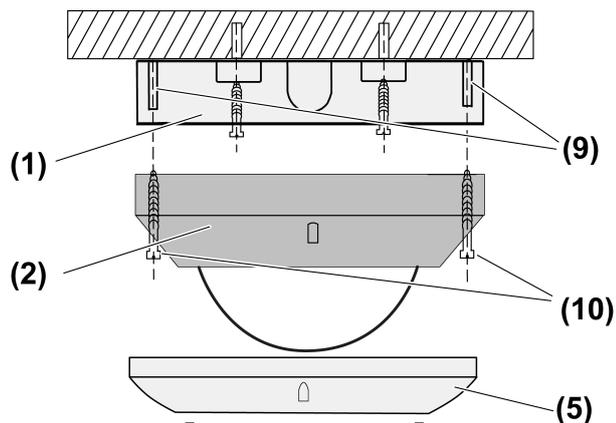
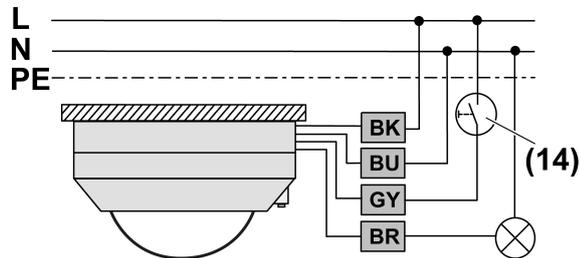
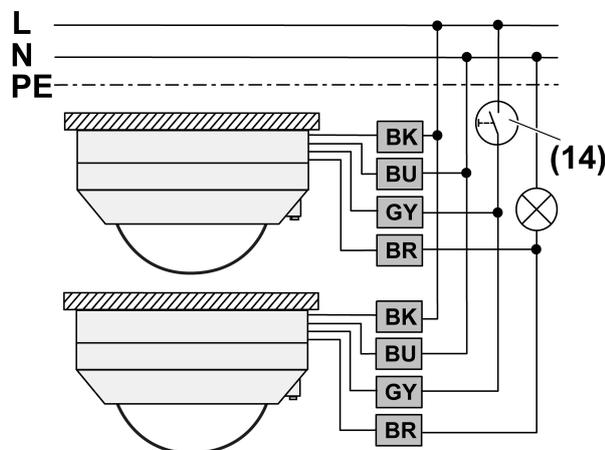

рисунок 7: Установка
рисунок 9: Монтажная схема для отдельного прибора
рисунок 10: Схема параллельного включения приборов для расширения поля обнаружения
- (1) Клеммная коробка
- (2) Насадка датчика
- (5) Декоративное кольцо
- (9) Крепежный колпак
- (10) Болты
- Снимите декоративное кольцо (5) (рисунок 7).
- Открутите болты (10) (рисунок 7).
- Подключите насадку датчика согласно монтажной схеме (рисунок 9) или параллельно включите насадки датчиков согласно электрической схеме (рисунок 10).
- Подключение дополнительной установочной кнопки (14) (рисунок 9) или (рисунок 10). Установочная кнопка требуется для ручного управления.
- i** Для отдельных устройств можно в качестве альтернативы для установочной кнопки (14) использовать двухпроводную вставку дополнительной точки.
- Прикрутите насадку датчика (2) с помощью болтов (10) и крепежного колпака (9) к клеммной коробке (1) (рисунок 7).